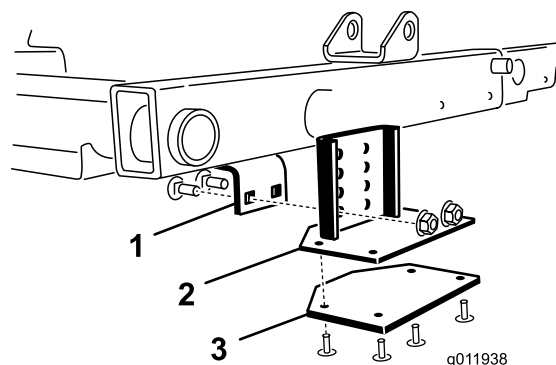

図 8
2. 中央のカッティングユニットの上にあるフレーム・ブラケットを探し出す(図 8)。
3. チッパー・ブラケット装着後もローラの接触状態が変わらないようにするには、チッパー・ブラケットのどの穴を使ってフレーム・ブラケットに取り付けばよいかを、中央カッティングユニットの前ローラを押し下げて調べる(図 8)。
4. カッティングユニットを下降させ、キットに付属しているキャリッジ・ボルト 2 本とナットを使って、チッパー・ブラケットをフレームに取り付ける(図 8)。